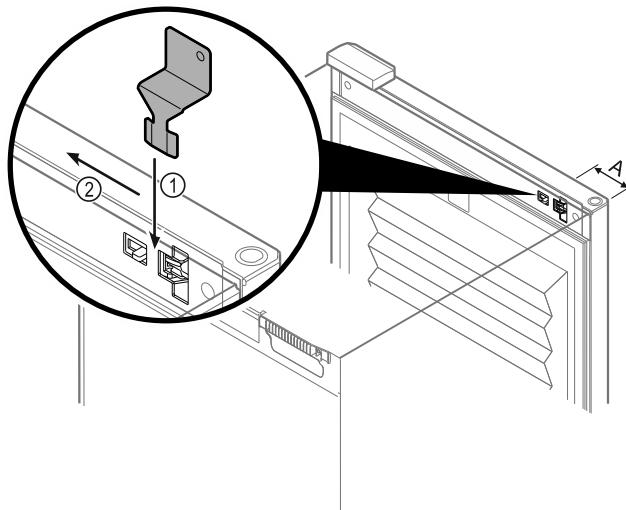

Fig. 217
- Notentriegelungsschlüssel an vorgegebener Stelle positionieren Fig. 217 (A)  $\approx$  100 mm.
- Notentriegelungsschlüssel Fig. 217 (1) zwischen Tür und Gerätekörper von oben bis zum Anschlag einstecken.
- Notentriegelungsschlüssel in Richtung Scharnier ziehen. Fig. 217 (2)